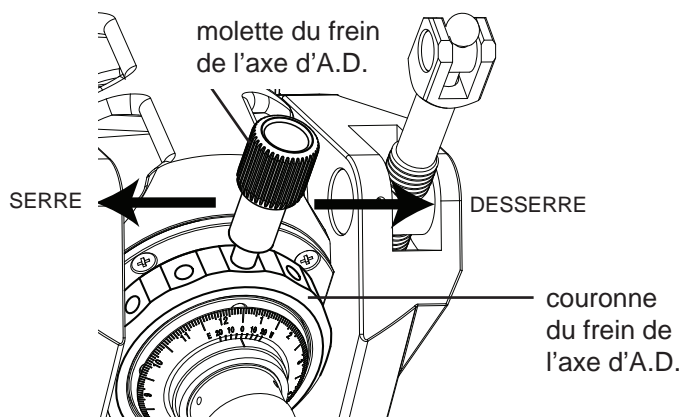

Fig. 2.1a
1. Desserrez le frein de l'axe d'A.D. pour tourner manuellement cet axe (Fig. 2.1a).
2. La molette du frein de l'axe d'A.D. peut se dévisser et se revisser à un autre endroit sur la couronne de façon à régler la force de serrage en fonction des besoins (Fig. 2.1a).